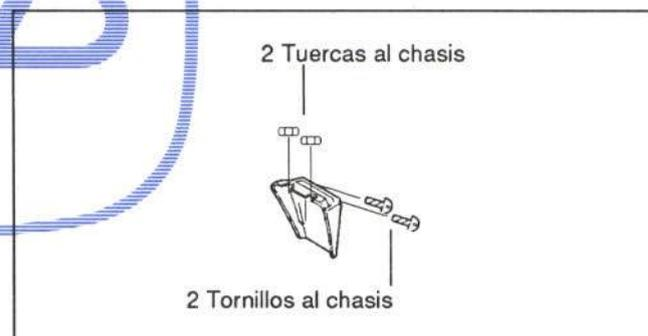

Figura 24.- Unión del portamatrícula
En la figura 24 se muestra la unión de esta pieza.
- Portamatrícula (figura 24)